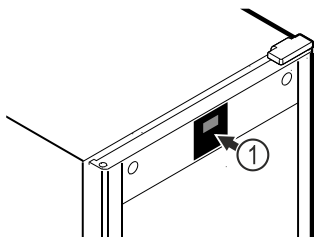

Fig. 52 Примерно изображение
Термометърът вече е фабрично калибриран (изместване от +6 Kelvin). Ако вътрешната температура се различава от температурната индикация Fig. 52 (1), можете да калибрирате термометъра.